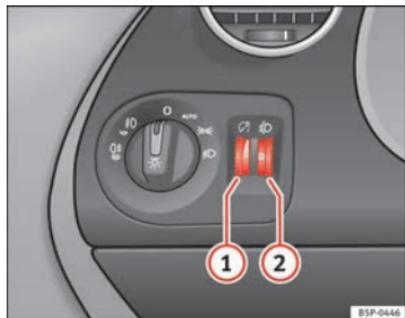

Fig. 73 Painel de instrumentos: reguladores da iluminação dos instrumentos, dos comandos do alcance dos faróis
Com a luz acesa, é possível regular a intensidade da iluminação dos instrumentos e dos interruptores, rodando a roda recartilhada ⇒ fig. 73 ①.